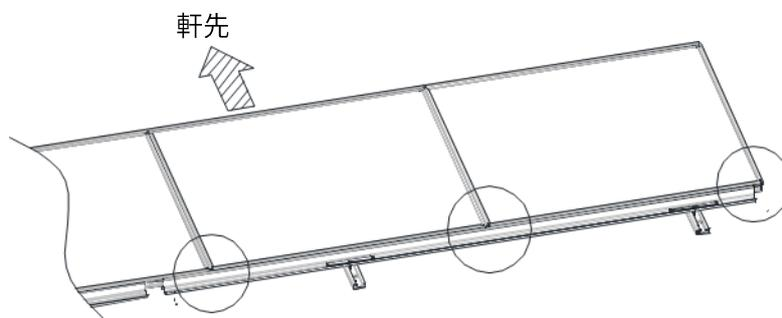

図3-8. YSIII工法 モジュール固定手順
※複数列にまたがる横棧を施工する場合は、モジュール端部（図3-8の○指示部）付近で、②の作業を行ってください。隣り合うモジュール同士の高さが合っている状態で横棧の爪をはめ込んでください。